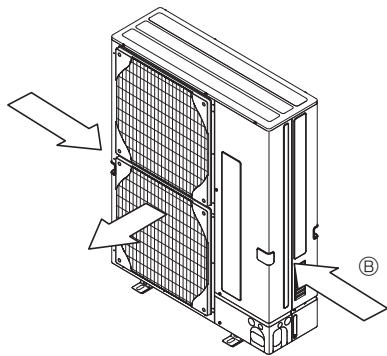

Fig. 2-5
- ③ Εγκαταστήστε τη μονάδα με τρόπο ώστε ο αέρας που βγαίνει από το στόμιο εξαγωγής να φυσά κάθετα σε σχέση με την κατεύθυνση του ανέμου, εάν αυτό είναι δυνατό. (Fig. 2-5)
④ Κατεύθυνση ανέμου